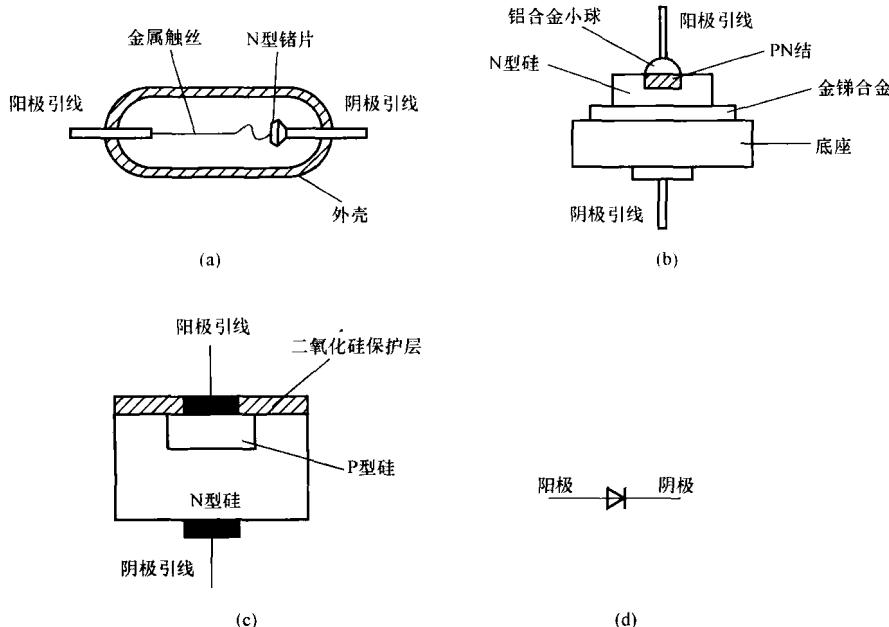

图 1-8 半导体二极管的结构和符号
(1) 点接触型二极管。其结构如图 1-8 (a) 所示。它的特点是结面积小，因而结电容小，适用于高频下工作，最高工作频率可达几百兆赫，但不能通过很大的电流。其主要应用于小电流的整流和检波、混频等。
(2) 面接触型二极管。其结构如图 1-8 (b) 所示。它的特点是结面积大，因而能通过较大的电流，但其结电容也大，只能工作在较低的频率下，可用于整流电路。
(3) 硅平面型二极管。其结构如图 1-8 (c) 所示。其结面积大的，可通过较大的电流，适用于大功率整流；其结面积小的，结电容小，适用于在脉冲数字电路中作开关管。
二极管的图形符号如图 1-8 (d) 所示。